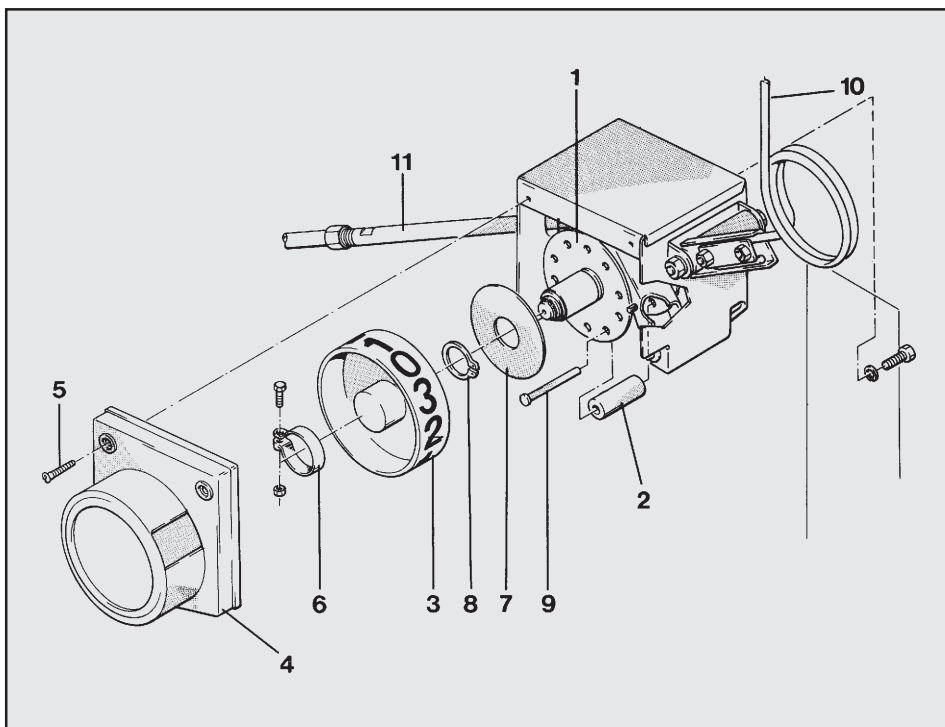

Рис. 16.10
Разделительная кулиса (рис. 16.10/1) устройства прокладки технологических колеи управляет ритмом прокладки. Для 2-, 3-, 4- и 6-кратного переключения разделительная кулиса одинаковая. Для перестановки пульта управления на другой ритм переключения нужно, как описано в конце этого раздела, только переставить или продлить храповики (рис. 16.10/2). Для всех других ритмов переключения также могут поставаться соответствующие разделительные кулисы.
Разделительная кулиса (рис. 16.10/1) для 2-, 3-, 4- и 6-кратного ритма прокладки одна и та же. Для изменения последовательности включений, нужно только лишь переставить или продлить храповики (рис. 16.10/2) на разделительной кулисе (рис. 16.10/1).
При каждой смене ритма переключений необходимо установить правильные контрольные ленты на указательном диске (рис. 16.10/3).
Для переналадки пульта управления необходимо только переставить или продлить храповики (рис. 16.10/2). Это можно выполнить также на закрепленном на сеялке пульте управления.
- Снять защитную крышку (рис. 16.10/4), открутив два винта (рис. 16.10/5).
- Ослабить затяжку зажимной скобы (рис. 16.10/6) и снять вместе с указательным диском.
- Снять стопорную шайбу (рис. 16.10/7) после снятия стопорного кольца 24x1,2 (рис. 16.10/8).
- Свободно лежащий храповик (рис. 16.10/2) переоснастить согласно рисунку 16.11 после того, как будет вынут болт (рис. 16.10/9).
- Монтаж стопорной шайбы (рис. 16.10/7) и стопорного кольца (рис. 16.10/8).
- Установить новые контрольные ленты (рис. 61) на указательном диске (рис. 16.10/3) и закрепить на разделительной кулисе при помощи зажимной скобы (рис. 16.10/6).
- Необходимо переключать пульт управления при помощи пружины управления (рис. 16.10/10) до тех пор, пока зажимная трубка (рис. 16.10/11) не затянется храповиком (рис. 16.10/2) и не закрепится. После этого крепится защитная крышка (рис. 16.10/4) пульта управления, а указательный диск (рис. 16.10/3) прокручивается настолько, чтобы в окошке защитной крышки появился "0".
- Крепко затянуть указательный диск (рис. 16.10/3) при помощи зажимной скобы (рис. 16.10/6) и установить защитную крышку (рис. 16.10/4).
- Необходимо переключать пульт управления при помощи пружины управления (рис. 16.10/10) до тех пор, пока указательный диск (рис. 16.10/3) не провернется минимум на три полных оборота, и проверить, правильно ли он работает, т.е. в каждом ли положении "0" затягивается зажимная трубка (рис. 16.10/11).